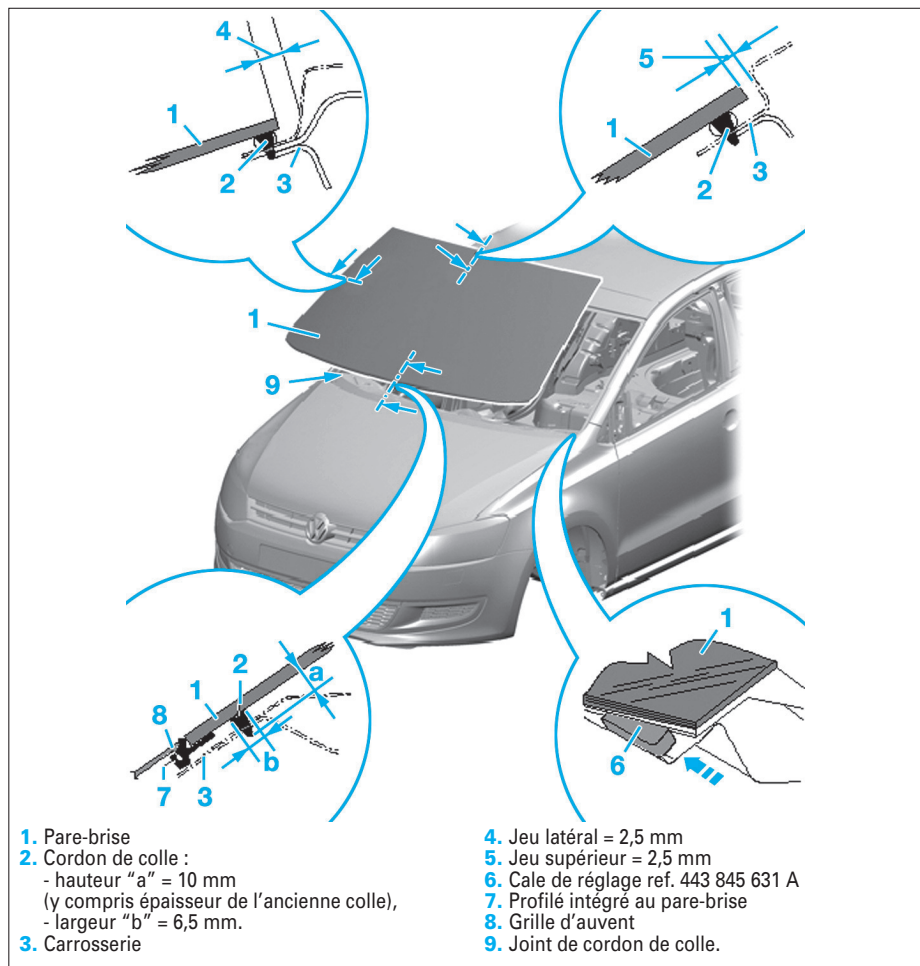

FIG. 5
- Reposer le pare-brise en respectant les valeurs (Fig.5).